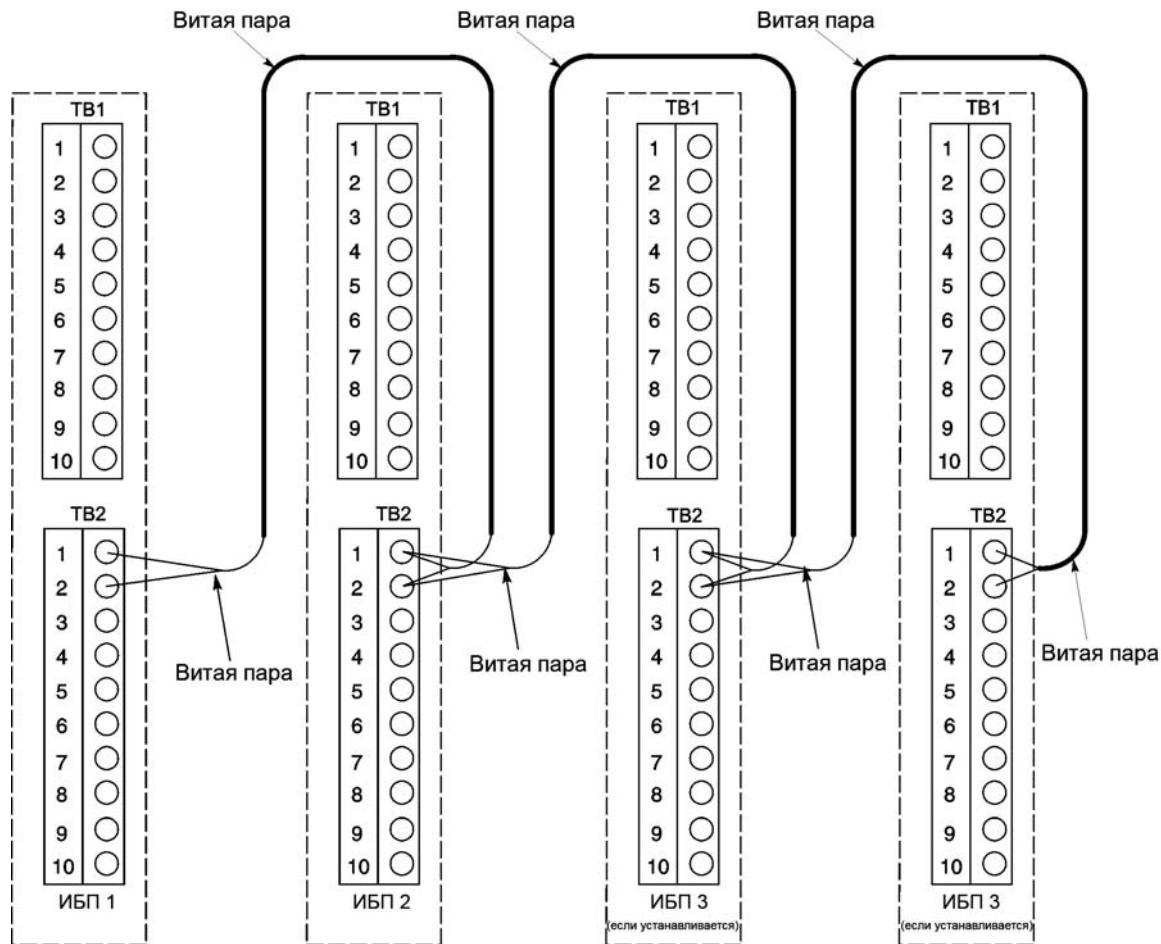

Рис. 5-5. Проводка Pull-Chain систем с распределенным байпасом без МОВ
9. Проведите и установите проводку системы с распределенным байпасом между шкафами ИБП. Для получения информации о подключении проводки см. Рис. 5-5 и Табл. 5-3 на стр. 74.